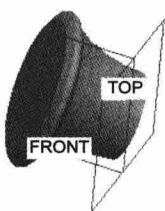

图 1.4 旋转 2
(4) 在操控板中选择“旋转角度”类型  (即草绘平面以指定的角度值旋转), 再在角度文本框中输入角度值 360.0, 并按回车键。
(5) 在操控板中单击“预览”按钮 , 可浏览所创建的旋转特征, 单击操控板中的按钮 , 则完成特征的创建。
Step3. 创建图 1.4 所示的旋转特征——旋转 2。选择下拉菜单 **插入(I) → 旋转(R)...** 命令; 选取 FRONT 基准平面为草绘平面, TOP 基准平面为参照平面, 方向为 **顶**; 绘制图 1.5 所示的旋转中心线和特征截面草图; 在操控板中选择旋转类型 , 输入旋转角度值 360.0; 预览并完成所创建的旋转特征 2。